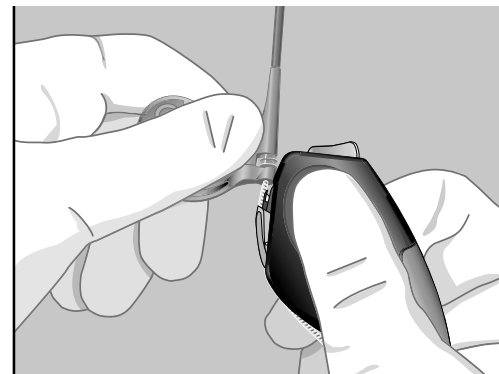

Abb. 4: Slitter Tool in gleicher Ebene zum Kathetergriff halten. Katheter parallel zur Kante des Slitter Tools gegen das Messer ziehen.
**Hinweis:** Achten Sie beim Einsatz des Slitter Tools darauf, dass der Führungskatheter geradlinig am Slitter Tool entlang bewegt wird (Abb. 4). Sollte der zum Schlitzzen nötige Kraftaufwand außergewöhnlich hoch sein, oder sollten andere Anzeichen auf Probleme beim Aufschneiden der Katheter hindeuten, setzen Sie den Schnitt neu an oder verklemmen die Elektrode noch einmal neu oder tauschen das Slitter Tool gegen ein neues aus und setzen das Schlitzzen dann fort.